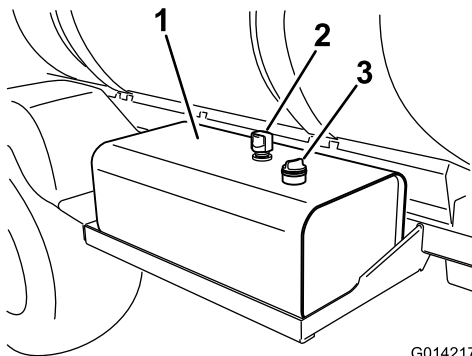

Figure 86
2. Nettoyez la surface autour du bouchon-jauge du réservoir d'huile hydraulique et enlevez-le (Figure 86).